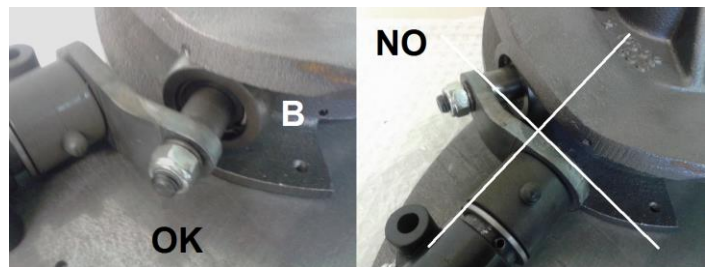

fig.2B
1. **Fig.2B** - I rulli del rotore sinistro nella posizione **B** (ciascun rullo deve essere a valle del rispettivo porta denti e non a monte). **Nota:** vedere istruzioni pag.19 se è necessario invertire il posizionamento dei rulli.
1. **Fig.2B** - The rollers of the left rotor in the **B** position (each roller must be downline of respective tine-holder and not upline). **Note:** follow the instructions at page 19 if it is necessary to reverse the positioning of rollers.